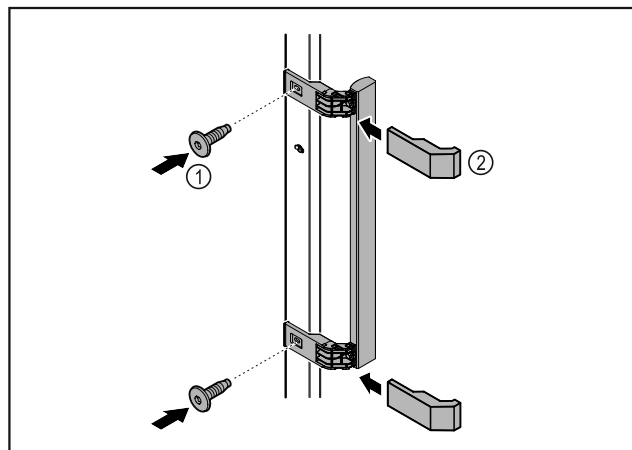

Fig. 49
- Madlo z příloženého příslušenství upevněte na dveře pomocí přiložených šroubů Fig. 49 (1).
- Nasad'te kryt Fig. 49 (2).